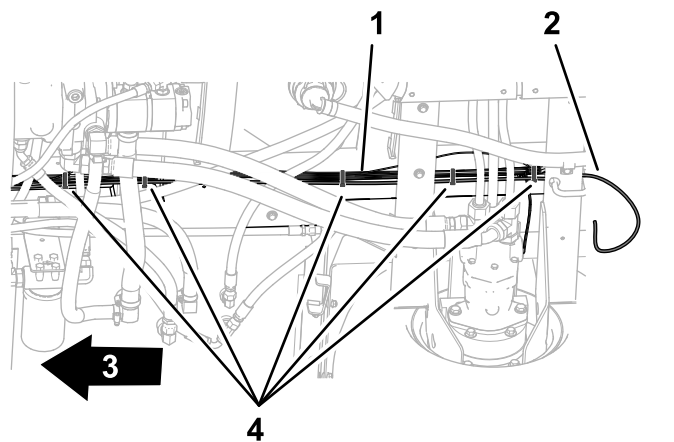

図 93
1. ダッシュボードの水圧計用の水圧検知チューブを後方ワイヤハーネスに沿って配設する(図 93)。